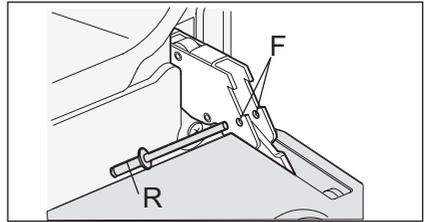

fig.6
BLOQUER AU MOINS UNE CHARNIÈRE (fig.6)
- Ouvrir la porte et introduire un rivet ou un clou (R) dans le trou (F) de la charnière (fig.6).